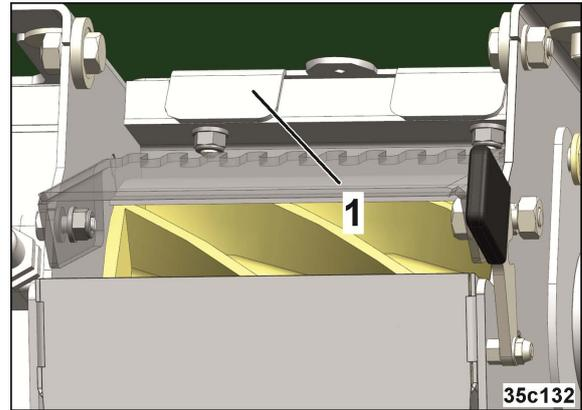

Fig. 70
2. Cerrar la trampilla (Fig. 70/1) si solo se va a vaciar el dosificador y no el depósito frontal.
9. Extraer la trampilla (Fig. 70/1) del dosificador (véase el cap. "Montar/desmontar el rodillo dosificador", en la página 68) y asegurarla con un pasador.